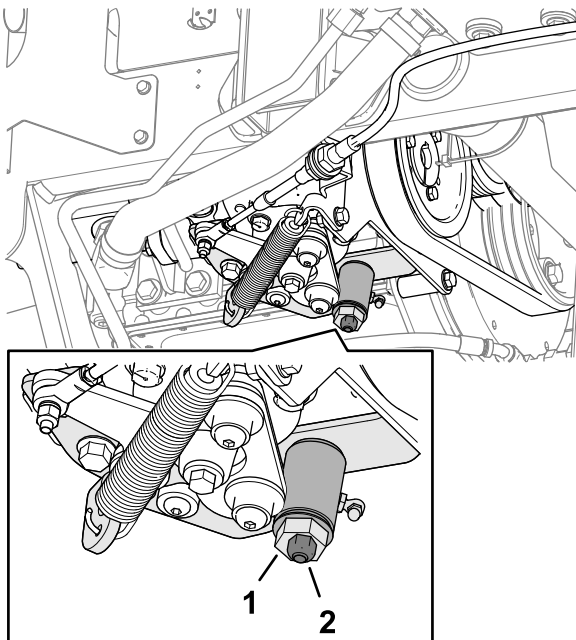

Bild 72
3. Lockern Sie die Sicherungsmutter an der Fahrtriebs-Einstellnocke (Bild 72).